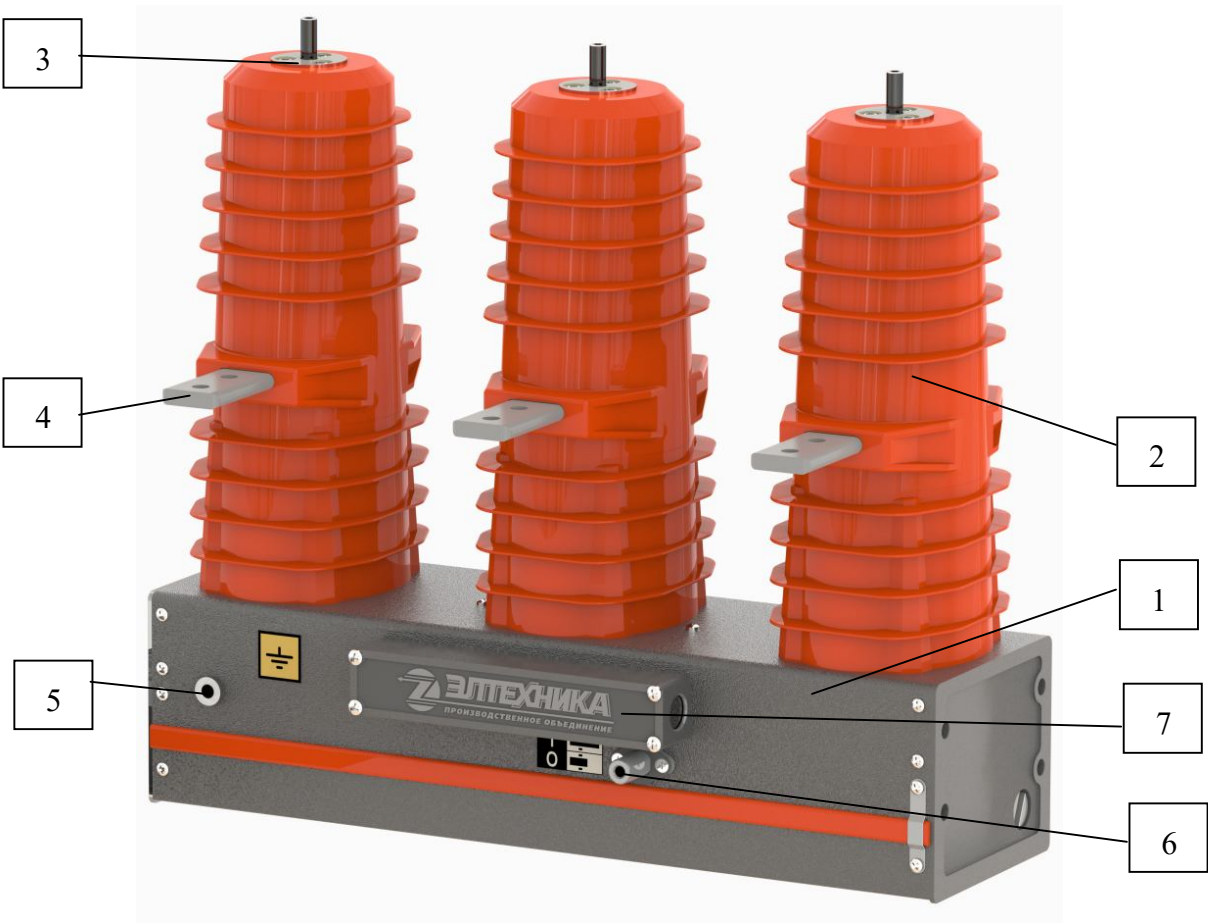
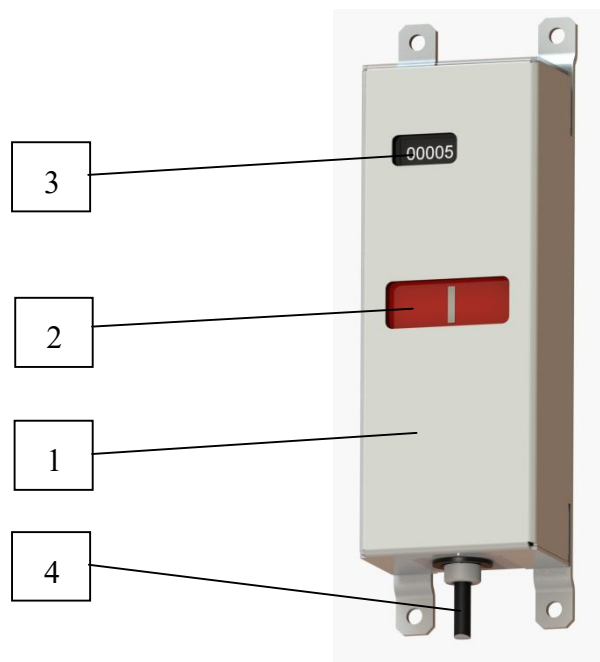

Рис. 1 Общий вид выключателя
Рис. 7 Индикатор положения главных контактов
1.3.1. Общий вид и основные конструктивные элементы выключателя показаны на рис. 1.
1.5.7. Опция выносной индикатор предназначена для визуализации положения главных контактов и определения количества циклов ВО, рис.7. Индикатор подключается к выключателю при помощи тросика к кнопке ручного отключения (рис.1, поз.6). Гибкая связь в виде тросика позволяет установить индикатор в удобном для обзора месте. Габаритно-присоединительные размеры выносного индикатора приведены в Приложении 4.
При оперировании выключателем перемещается планка 4 соединенная с кнопкой ручного отключения 3 и кронштейном 5. При этом изменяется положение указателя (рис. 7, поз. 2).
При выполнении цикла ВО изменяется количество циклов на счетчике (рис.7, поз.3)